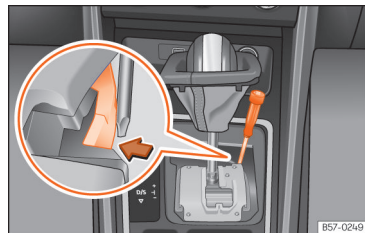

Fig. 88 Alavanca seletora: desbloqueio de emergência na posição de estacionamento.
- Com a ajuda da parte plana de uma chave de fendas, pressione lateralmente a patilha amarela e mantenha-a pressionada >>> **Fig. 88.**